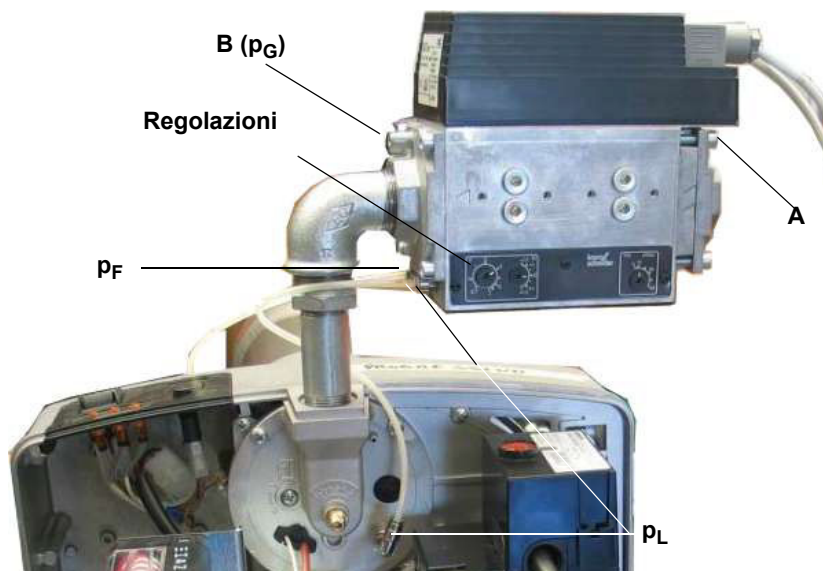
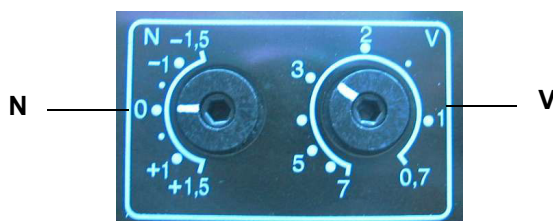

Fig. 22
Fig. 23
Il rapporto di trasmissione **V** è il seguente (vedi figura Fig. 22 - Fig. 23):
- 1 Avviare il bruciatore in bassa fiamma: se il bruciatore non parte, ruotare leggermente **N** in direzione + e ripetere l'avviamento (vedi Fig. 23). Misurare la pressione del gas **p_G** su **B** (vedi figura Fig. 22)..
- 2 Misurare la pressione dell'aria **p_L** sul bruciatore (vedi Fig. 22) e regolare la pressione del gas su **N** (vedi Fig. 23)